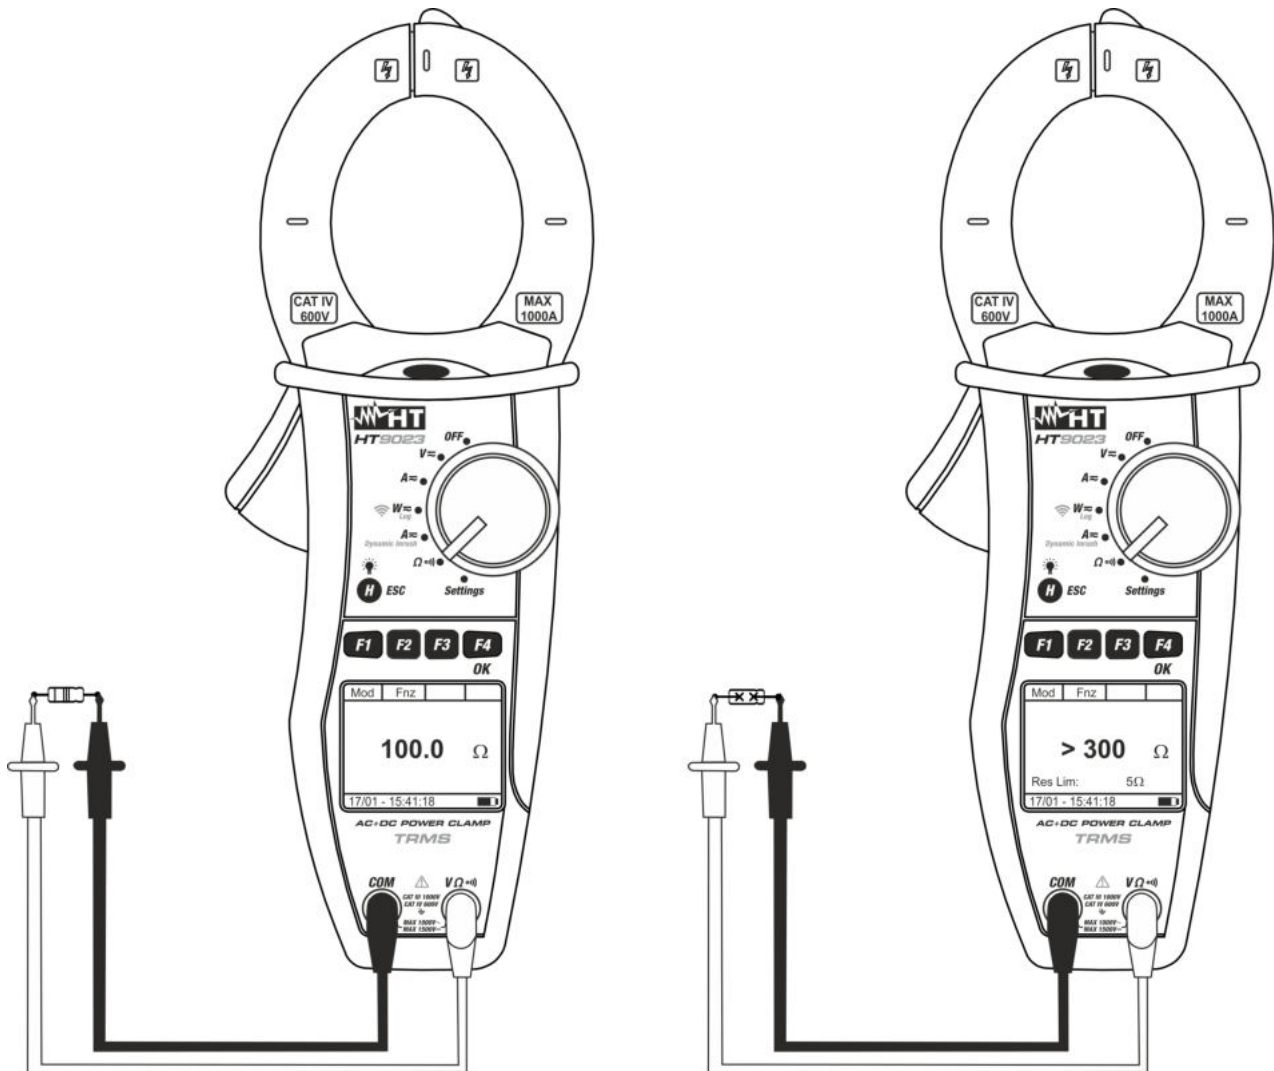

Fig. 14: Misura di Resistenza e Test continuità
4. Inserire il cavo rosso nel terminale di ingresso **VΩ** e il cavo nero nel terminale di ingresso **COM** ed eseguire i collegamenti (vedere Fig. 14 – parte sinistra)